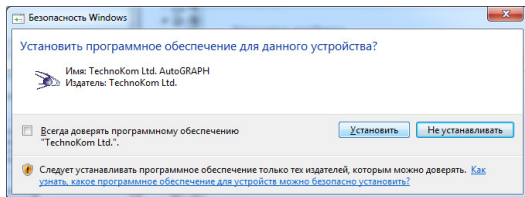

Рис.3. Предупреждение системы.
**5.** В ответ на предупреждение системы нажмите кнопку «Установить» (рис.3).